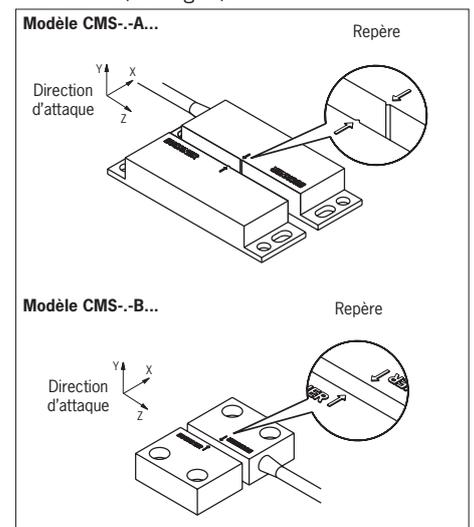

Fig. 1 : Alignement tête de lecture et actionneur
La position de montage de la tête de lecture et de l'actionneur est à définir selon votre choix. Respecter l'alignement de la tête de lecture par rapport à l'actionneur (voir Fig. 1).
- ▶ les faces actives de la tête de lecture et de l'actionneur soient placées face à face et coïncident lorsque le protecteur est fermé (voir Fig. 1)
- ▶ En cas de vitesse d'attaque faible entre la tête de lecture et l'actionneur, la direction d'attaque **Z** (voir Fig. 1) doit être évitée.